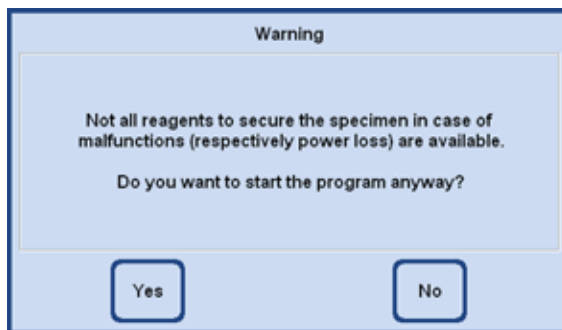

Bild 245
- Om en reagens används för vilken det inte finns någon skyddsreagens i instrumentet när programmet startar visas ett varningsmeddelande (bild 245). Men programstarten avbryts **INTE**.